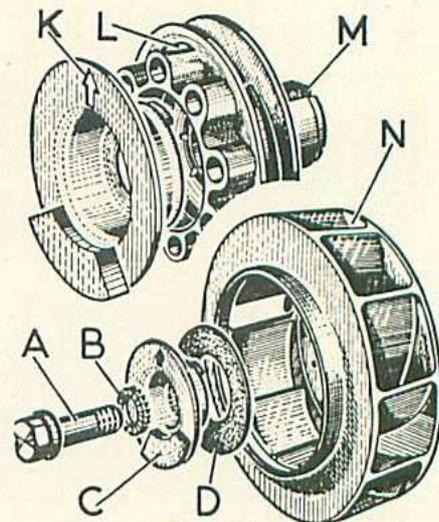

Fig. 4. — Détail du ventilateur à aubes
(celui de la bielle du cylindre de droite pour le conducteur). On obtient cette position correcte en plaçant la flèche (K) (fig. 4) de la coupelle en face du